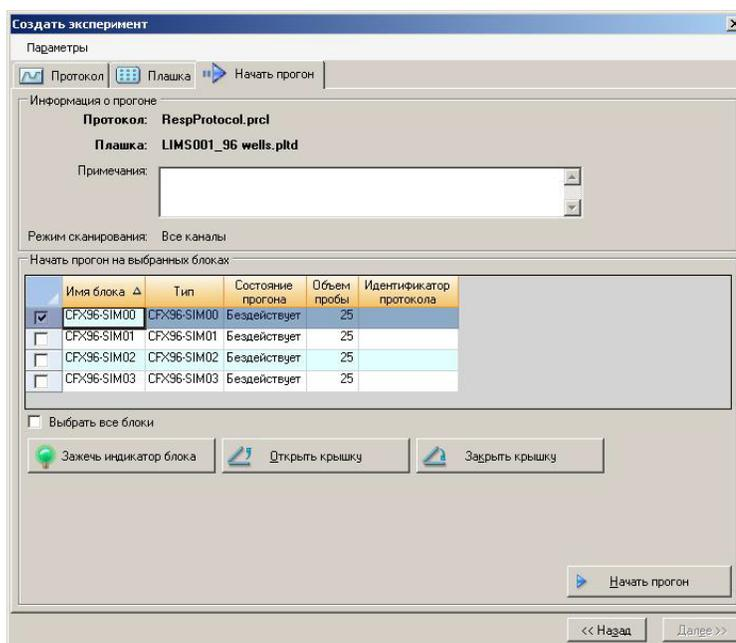

Рис. 104. Окно Создать прогон с прогоном LIMS готово к запуску.
- Чтобы запустить прогон для выбранного файла LIMS, выберите прибор и щелкните **Начать прогон** (Рис. 104). Содержимое файла LIMS и связанный файл протокола используются для завершения вкладок протокола и плашки.